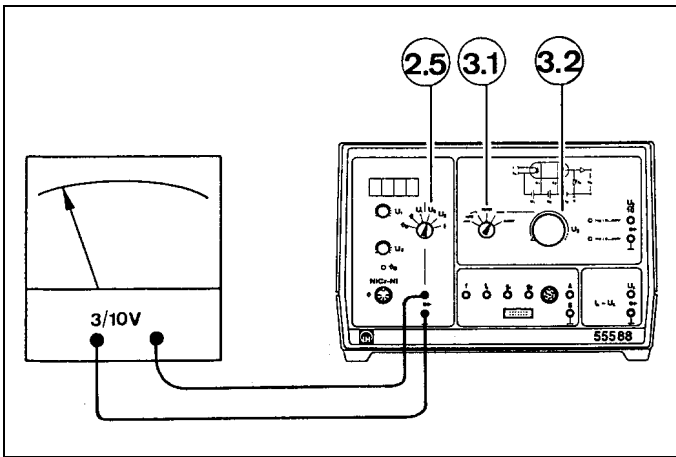
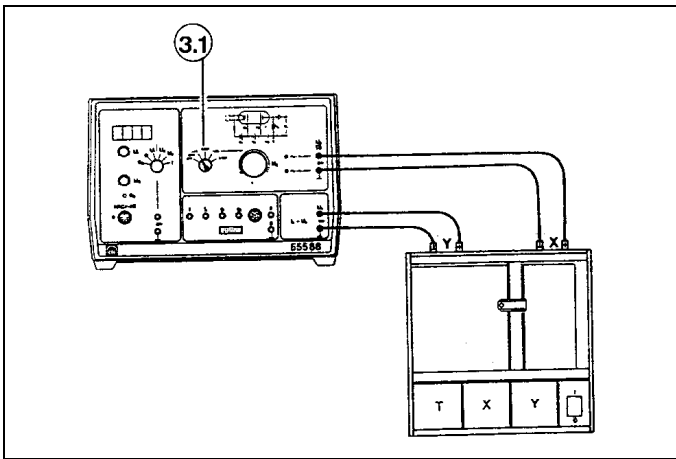

Fig. 5.1
Fig. 6
- Versuchsdurchführungen ohne Oszilloskop (Fig. 5.1/ 2, Fig. 6): Betriebsartschalter (3.1) auf MAN. stellen: Die Beschleunigungsspannung U_2 läßt sich über das Potentiometer (3.2) variieren.
- Experiments without oscilloscope (Fig. 5.1/ 2, Fig. 6): Set mode switch (3.1) to MAN.: you can vary the acceleration voltage U_2 using the potentiometer (3.2).